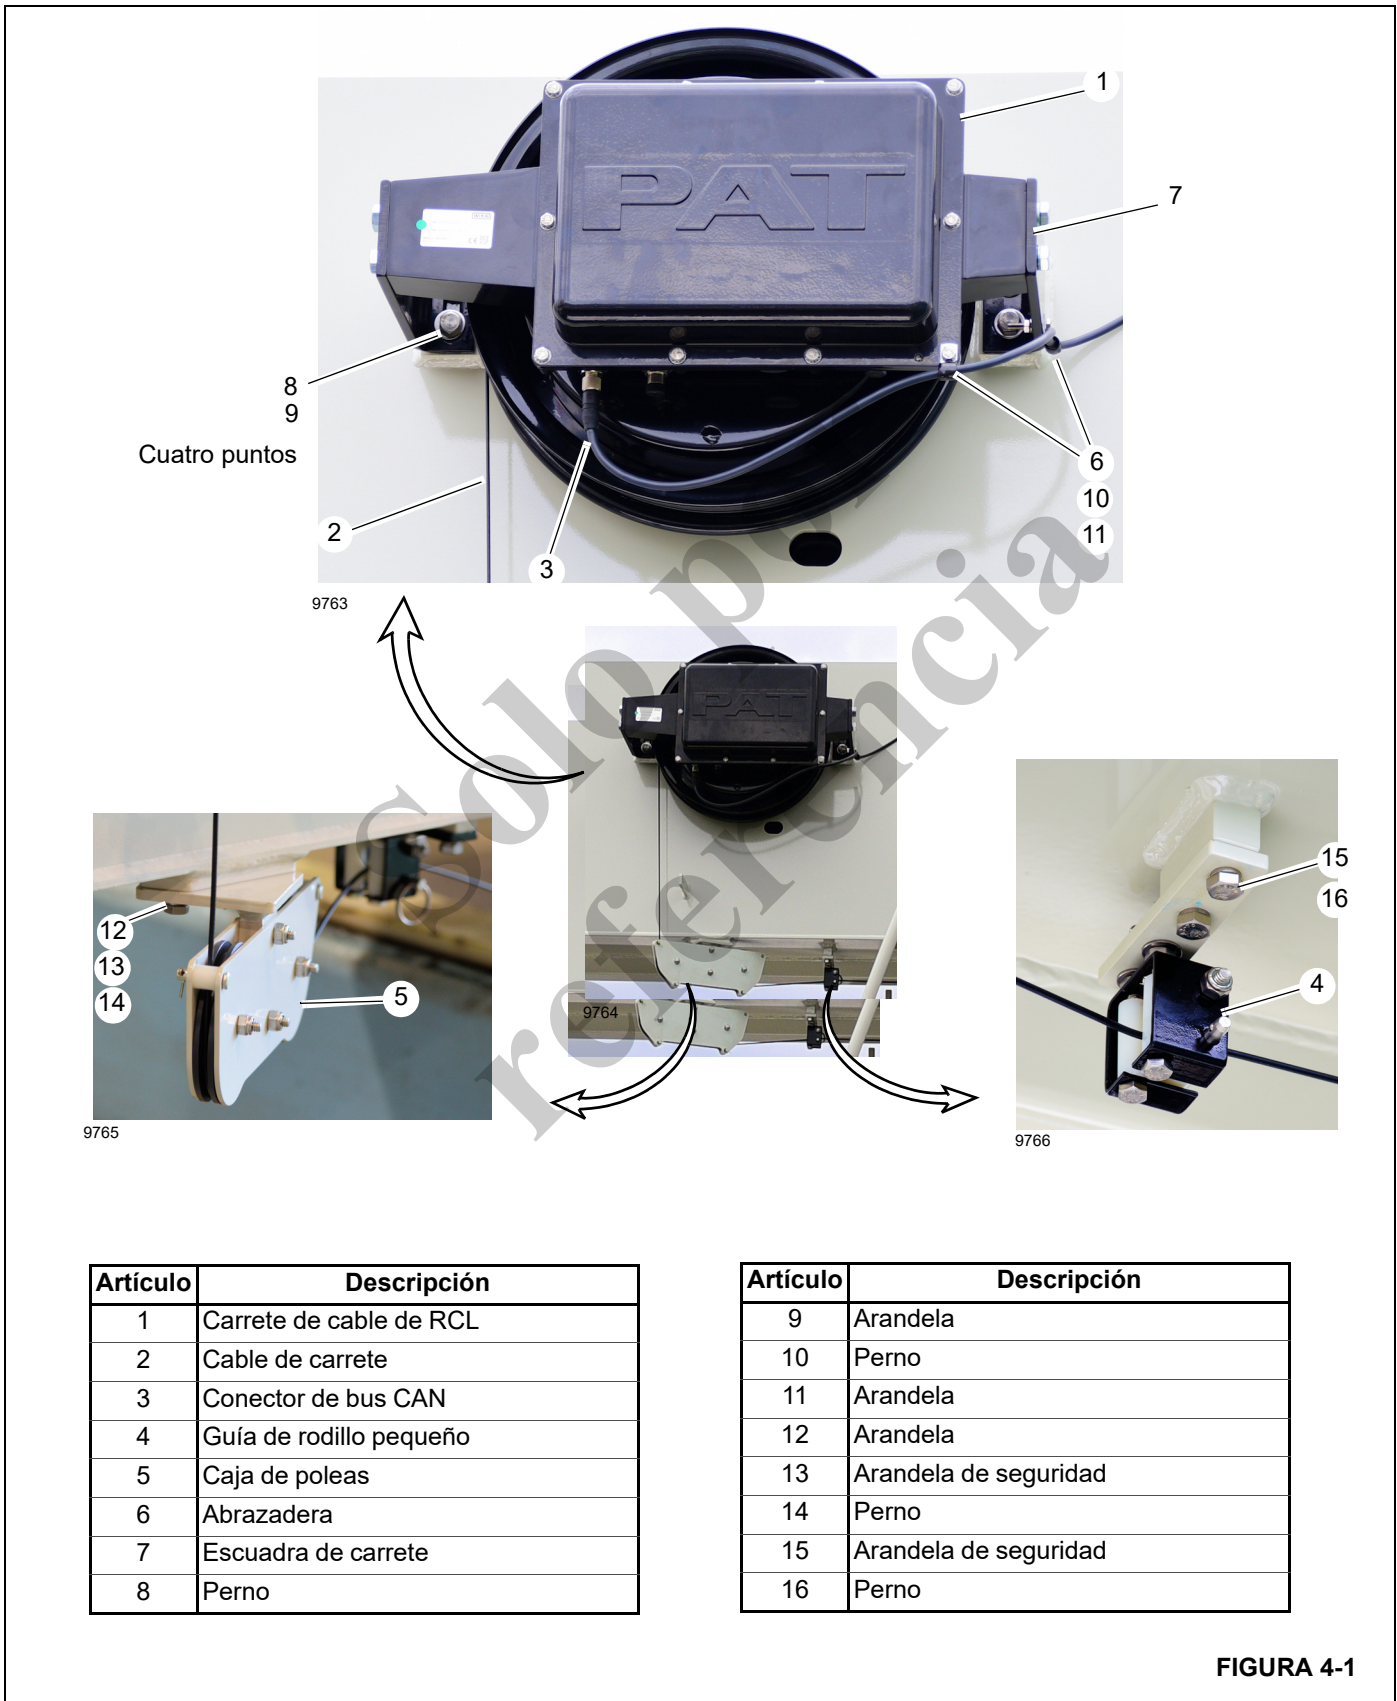

FIGURA 4-1
El carrete de cable de RCL (1, Figura 4-1) se encuentra en el lado izquierdo de la pluma. El cable del carrete (2) conecta el carrete al interruptor de prevención del contacto entre blo-
1. Instale el carrete de cable de RCL (1, Figura 4-1) en la pluma usando los pernos (8) y las arandelas (9).
2. Conecte el conector de bus CAN de RCL (3) en el conjunto de carrete de cable (1).
3. Asegure el cable del bus CAN de RCL en la escuadra de carrete con abrazaderas (6), pernos (10) y arandelas (11).
4. Instale el conjunto de poleas (5) usando arandelas (12), arandelas de seguridad (13) y pernos (14).
5. Instale el conjunto de guía de rodillo pequeño (4) usando arandelas de seguridad (15) y pernos (16).
7. Instale el conjunto de poleas superior (1) en la parte trasera de la pluma usando arandelas (7), arandelas de seguridad (8), pernos (9) y tuercas (10).
8. Enhebre el cable del carrete a través de las poleas (5, Figura 4-1 y 1 y 2, Figura 4-3) y el rodillo (4, Figura 4-1) hacia la parte trasera de la pluma.
9. Retire el conjunto de la caja de poleas inferior (2) de la parte trasera de la pluma.
10. Retire el conjunto de guía de rodillo (4, Figura 4-1).
11. Quite la caja de poleas (5).
12. Desconecte el cable del bus CAN (3) del carrete de cable.
13. Quite las abrazaderas (6) que fijan el cable del bus CAN a la escuadra del carrete (7).
14. Retire los pernos (8), las arandelas (9) y el conjunto de carrete de cable de RCL (1).